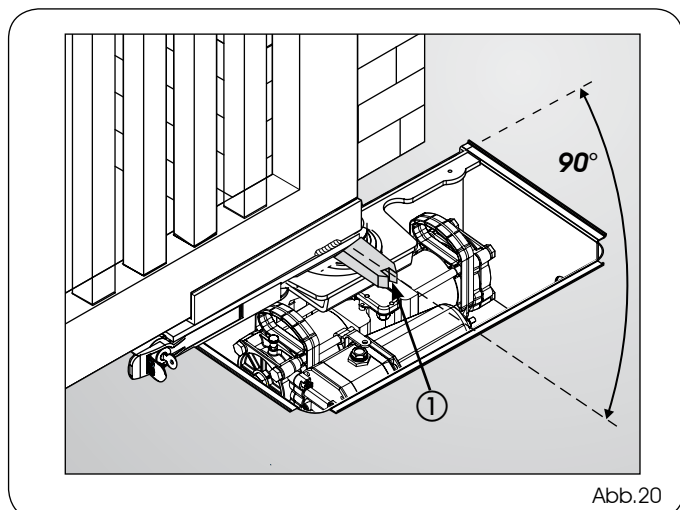

Abb.20
12) Das entriegelte Tor in die Stellung offen bewegen und sicherstellen, dass das mit dem Tor **verbundene Entriegelungsteil in der Position Tor geschlossen bleibt** (siehe Abb. 20, Bez. ①).